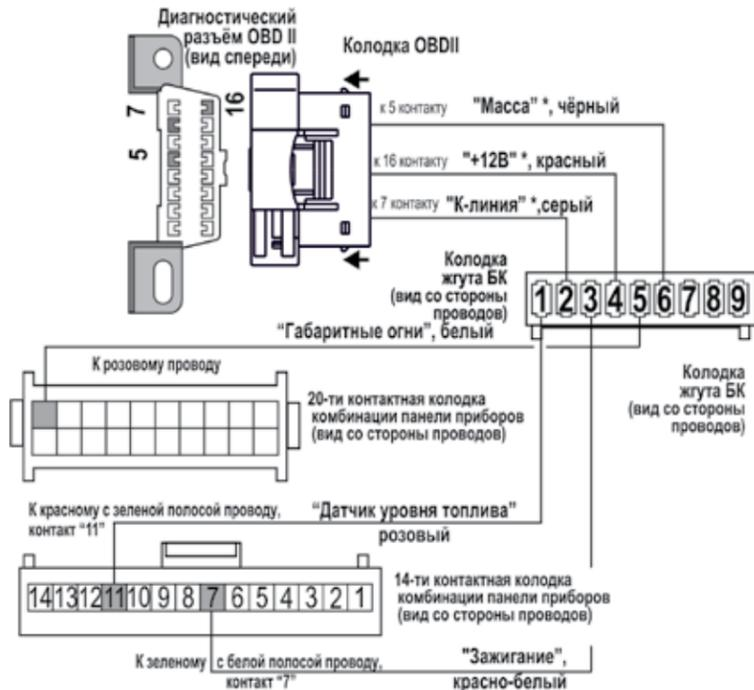

рис.15 Схема подключения к а/м Hyundai Getz (для однорядной и двухрядной колодки комбинации панели приборов)
4.5 При помощи зажимов (рис.3) соедините **розовый** провод "Датчик уровня топлива" из жгута БК с **красным с зеленой полосой** проводом, подходящим к контакту №11 14-ти контактной колодки комбинации панели приборов (поз.2, рис.14). Смотри схему подключения рис.15. Схематичное соединение проводов через зажим показано на рис.17.
4.6 При помощи зажимов (рис.3) соедините **красно-белый** провод "зажигание" из жгута БК с **зеленым с белой полосой** проводом, подходящим к контакту №7 14-ти контактной колодки комбинации панели приборов (поз.1, рис.14). Смотри схему подключения рис.15. Схематичное соединение проводов через зажим показано на рис.17.
4.7 При помощи зажимов (рис.3) соедините **белый** провод "габаритные огни" из жгута БК с **розовым** проводом, 20-ти контактной колодки комбинации панели приборов (поз.3, рис.14). Смотри схему подключения рис.15. Схематичное соединение проводов через зажим показано на рис.17.
БК с **красным с зеленой полосой** проводом, подходящим к контакту №11 14-ти контактной колодки комбинации панели приборов (поз.2, рис.14). Смотри схему подключения рис.15. Схематичное соединение проводов через зажим показано на рис.17.